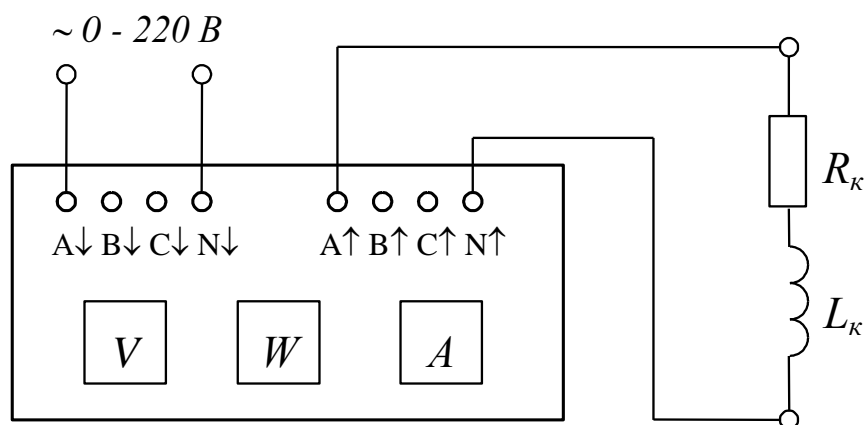

Рис. 7
2. Определить параметры катушки индуктивности (панель № 4), подключив ее к измерительному комплекту К540 (рис. 7). Установить ЛАТРОм напряжение питания  $U = 20...25$  В (по указанию преподавателя). Результаты измерений занести в табл. 1.